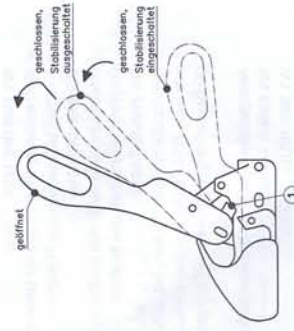

Bild 6: Stabilisierung ausschalten
Die Stabilisierung ausschalten (Bild 6), Bedienungshebel zurückziehen und gleichzeitig weiter anheben (Bild 6), sodass die seitlichen Sicherungslaschen (1) über die Sicherungsflächen schwenken und der Bedienungshebel in die geöffnete Stellung gebracht werden kann. Mit Hilfe eines Deichsellaufrades kann nun der Anhänger vom Zugfahrzeug abgekuppelt werden.